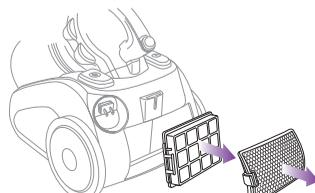

fig. 15
- 1 Enlevez le couvercle du filtre HEPA à l'arrière de l'aspirateur en tirant l'onglet vers le haut et en retirant le couvercle de l'aspirateur. (Fig. 15)